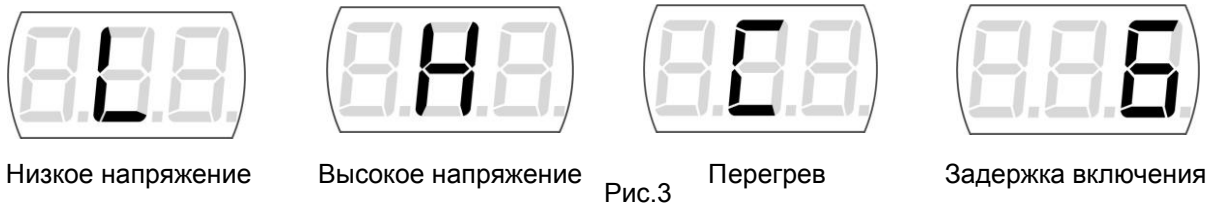

Рис.3
Если на входе стабилизатора напряжение питания выходит за рамки рабочего диапазона (140 - 270 Вольт), стабилизатор и нагрузка будут отключены. На дисплее появится надпись L - низкое напряжение или H - высокое (Рис.3)
5.1.3. Защита от перегрева. При превышении предельной температуры внутри стабилизатора, устройство будет отключено, на дисплее появится надпись - C (Рис.3)